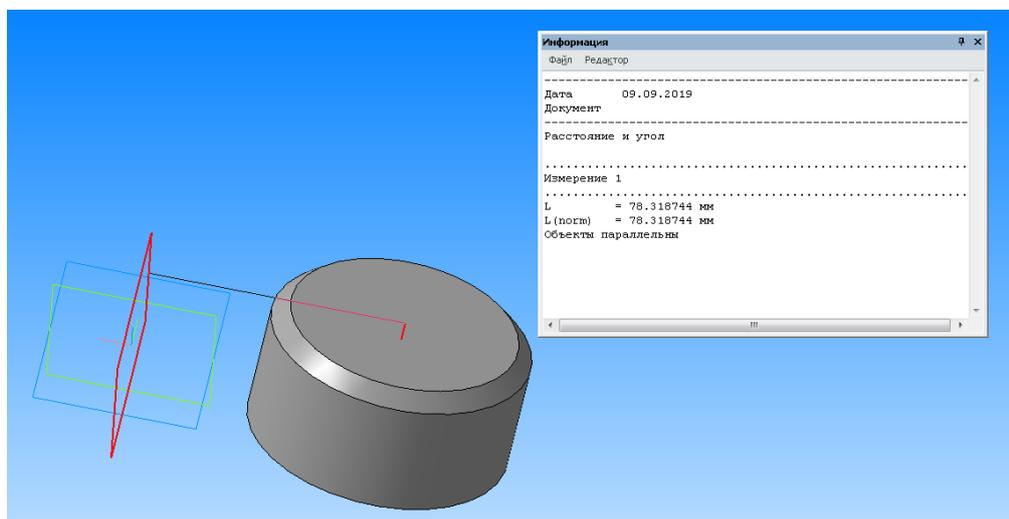

Рис. 40.
**угол** – указать **Плоскость ZX** и созданную ось в дереве модели, после чего появится окно (рис. 40). Нужно скопировать расстояние  $L$ .